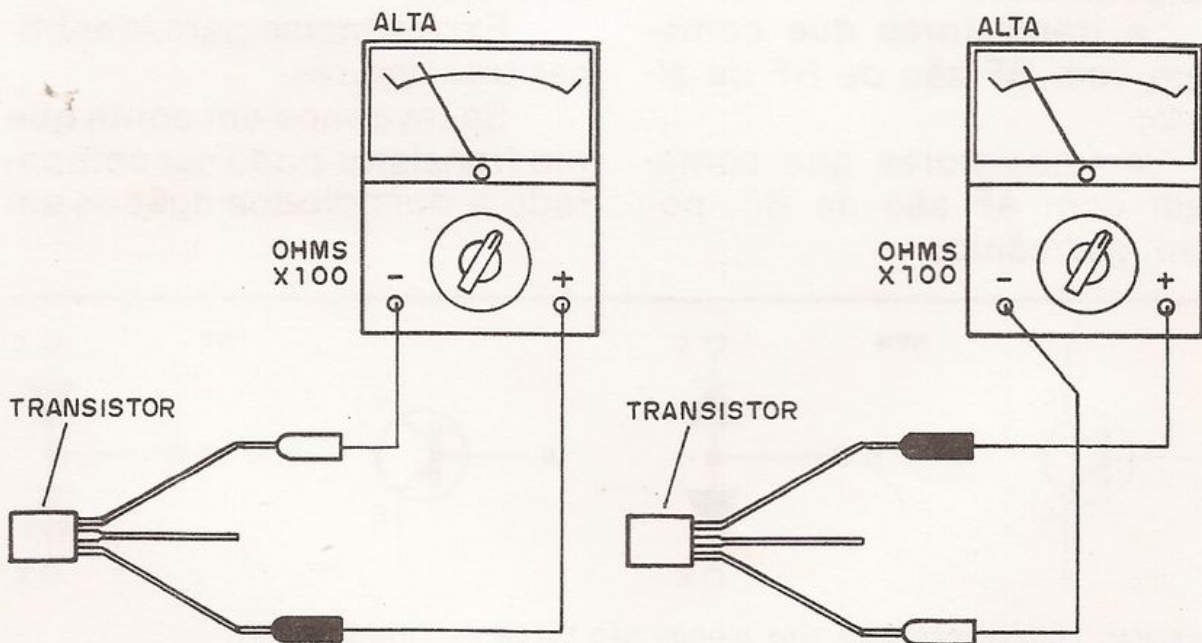

figura 10
- Em primeiro lugar procuramos o par de terminais que, medindo a resistência num sentido e em outro — conforme mostra a **figura 10** —, resulte sempre numa leitura de valor elevado.